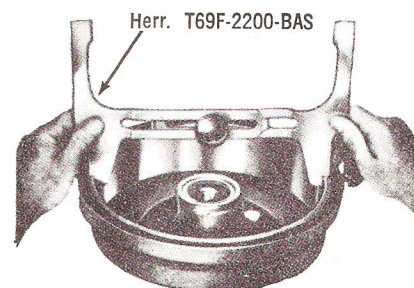

Fig. 4—Medición del Tambor.
1. Utilice la Herramienta T69F-2200-BAS (Fig. 4) y determine el diámetro interior de la superficie de frenaje del tambor.